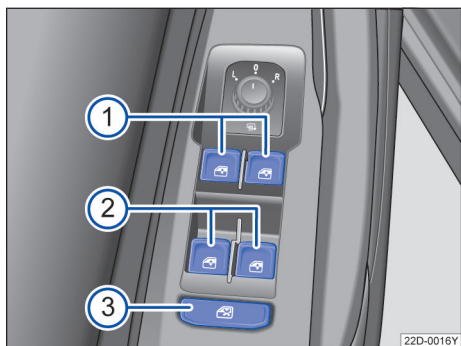

图 57 在驾驶员侧车门内：前部和后部车窗升降器的按钮
→ 图 57 的图例：
：安全按钮→ 图 57③ 停用后门车窗控制按钮。这时按钮中的黄色指示灯亮起。